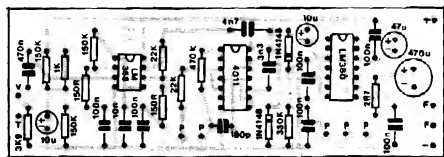

Fig.3
- FIG. 3 - CHAPEADO DA MONTAGEM - O "outro" lado da plaquinha (não cobreado), já com a maioria das peças devidamente posicionadas... Todos os componentes são mostrados com os respectivos códigos, valores e outras indicações importantes quanto à polaridade, etc. Lembramos que as peças polarizadas (Integrados, diodos e capacitores